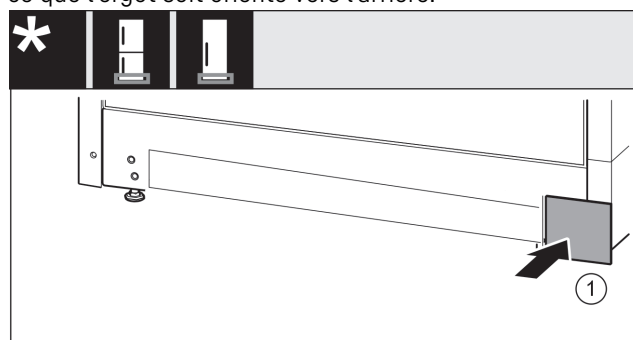

Fig. 21
- Remettre le cache Fig. 21 (1) en place de l'autre côté.